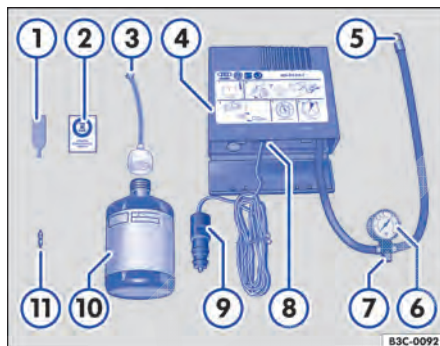

Fig. 216 Representação esquemática: componentes do kit de reparo dos pneus.
O kit de reparo dos pneus encontra-se no compartimento de bagagem sob o revestimento do assoalho. Ele é composto pelos seguintes componentes ⇒ Fig. 216:
12. Colar a etiqueta adesiva ⇒ Fig. 216 ② do kit de reparo dos pneus no campo visual do condutor no painel de instrumentos.
- Com a chave para remoção do elemento da válvula ⇒ Fig. 216 ①, desrosquear o elemento da válvula da válvula do pneu e colocá-lo sobre uma superfície limpa.
- Agitar a garrafa para enchimento dos pneus ⇒ Fig. 216 ⑩ algumas vezes com força.
- Rosquear a mangueira de enchimento ⇒ Fig. 216 ③ com firmeza no sentido horário sobre a garrafa para enchimento dos pneus. A película na tampa é perfurada automaticamente.
- Remover a vedação da tampa da mangueira de enchimento ⇒ Fig. 216 ③ e introduzir a extremidade aberta totalmente na válvula do pneu.
- Rosquear novamente o elemento da válvula com a chave para remoção do elemento da válvula ⇒ Fig. 216 ① na válvula do pneu.
- Rosquear a mangueira de enchimento dos pneus ⇒ Fig. 216 ⑤ do compressor de ar com firmeza na válvula do pneu.
- Verificar se o parafuso de sangria de ar ⇒ Fig. 216 ⑦ está fechado.
- Encaixar o conector do cabo ⇒ Fig. 216 ⑨ em uma tomada 12 V do veículo ⇒ Página 172.
- Ligar o compressor de ar com o interruptor LIGA-DESLIGA ⇒ Fig. 216 ⑧.
- Tempo de funcionamento máximo de 8 minutos** ⇒ ①.
Reconectar a mangueira de enchimento dos pneus ⇒ Fig. 216 ⑤ e ler a pressão dos pneus no manômetro de pressão dos pneus ⑥.